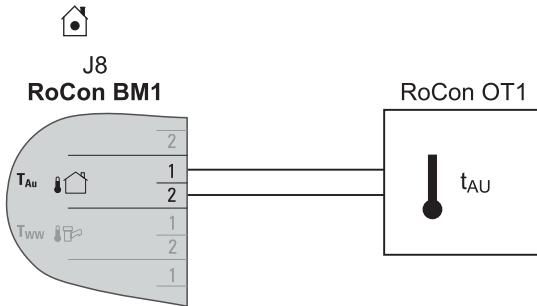

Bild 4-31 Anschluss Außentemperaturfühler RoCon OT1 an ROTEX HPSU compact (Betrieb als Einzellösung bzw. als Master in einem Datenbus)
- Fühlerleitung am Steckeranschluss J8 der Schaltplatine RoCon BM1 anklemmen (siehe Bild 4-31).